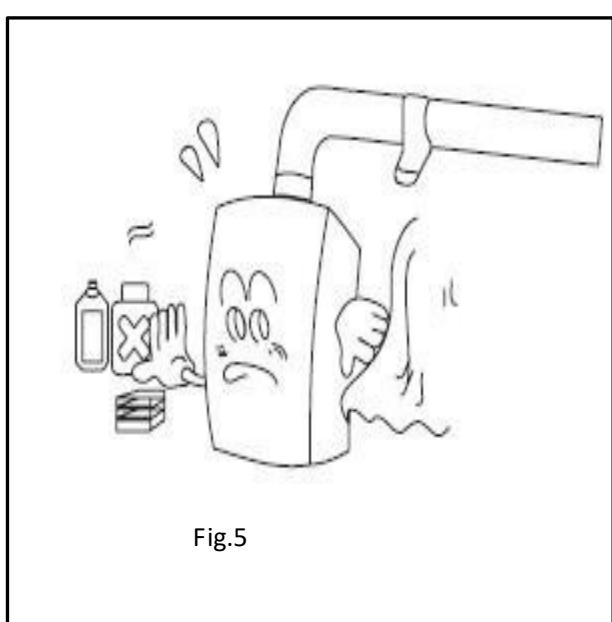

Fig.5
- No instale el calentador en lugares donde se utilicen productos químicos especiales, como lavanderías o fábricas, etc. De lo contrario, podría oxidarse, acortar la vida útil del calentador o impedir el funcionamiento normal. (Fig. 5)